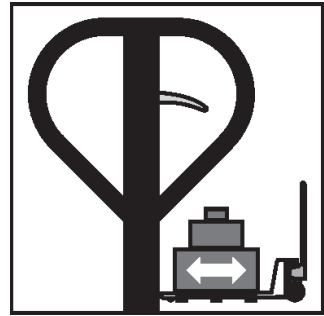

Fig. 8 – Transportando a carga
- b. Posicione a alavanca no centro para transportar a carga, conforme fig. 8.